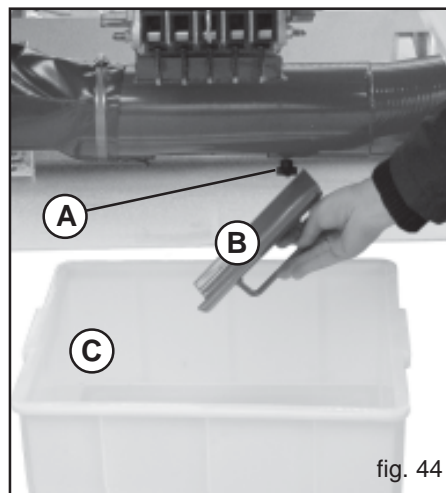
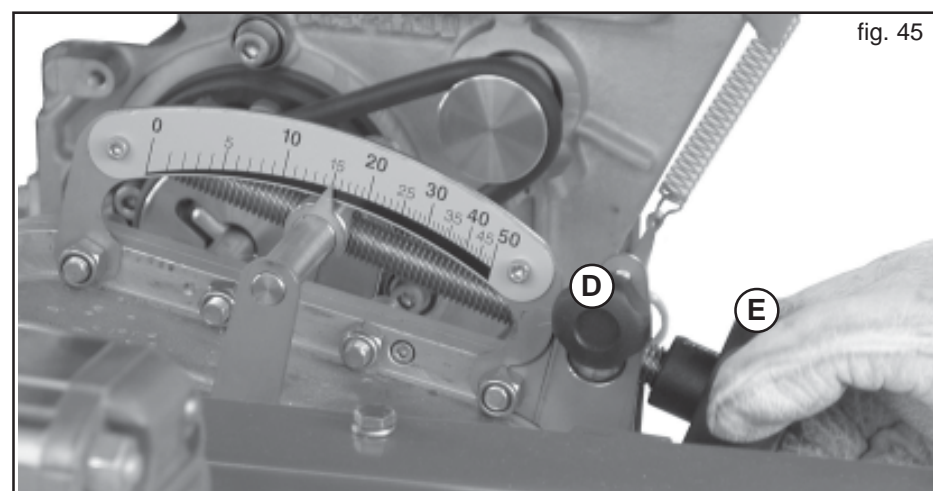

fig. 44
fig. 45
- 2) Slăbiți maneta (A, Fig. 44) și îndepărtați robinetul (B).
- 3) Așezați recipientul de adunare sub orificiul de golire (C).
- 4) Slăbiți surubul de fixare de pe reglajul schimbătorului (D, Fig. 45), și deci aduceți scala gradată în poziția dorită (în funcție de cantitatea de produs care trebuie distribuit), acționând maneta de reglare (E, Fig. 45).
- 8) După ce ați efectuat cu succes proba de dozare, fixați din nou surubul de fixare de pe reglajul schimbătorului (D, Fig. 45).